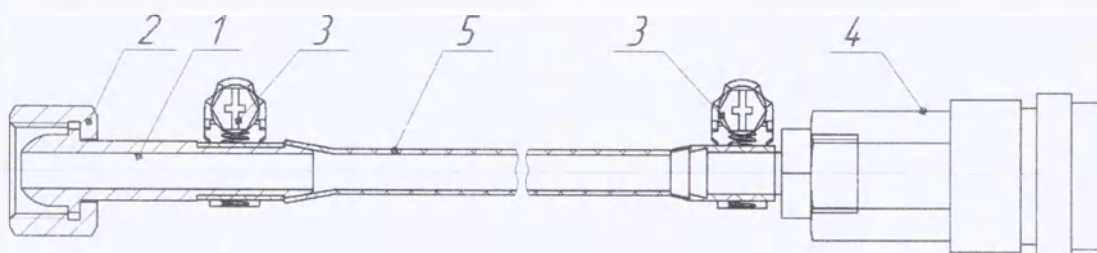

Рисунок 3 – Шланг высокого давления
1.8.2 Используя шланг высокого давления (рисунок 3), соедините выходной штуцер редуктора, установленного на баллоне с углекислым газом, с входным штуцером 1 на задней панели инсuffлятора (рисунок 2). А присоединительную трубку - со штуцером 11 на передней панели инсuffлятора (рисунок 1). Схема соединения представлена на рисунке 4.